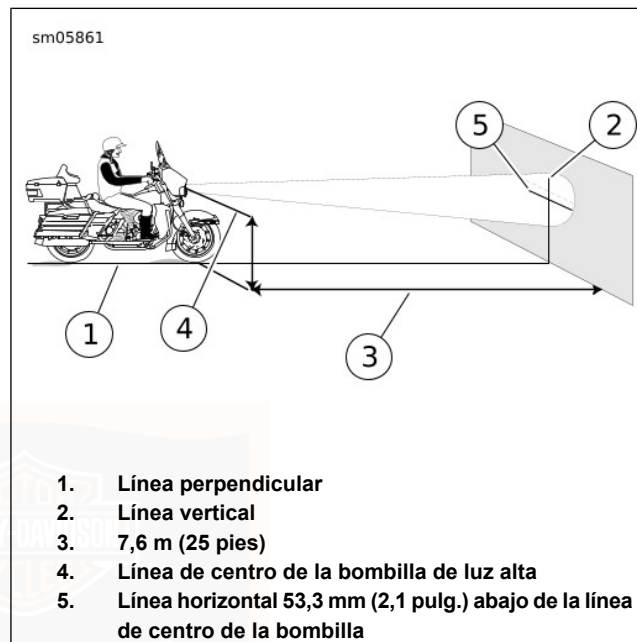

Figura 66. Comprobación de la alineación del faro delantero
4. Vea Figura 66. Estacione la motocicleta en una línea perpendicular (1) a la pared.
- Dibuje una línea vertical (2) en la pared.
- Con la motocicleta cargada, apunte la rueda delantera directamente hacia adelante a la pared. Mida la distancia del piso al centro de la bombilla de la luz alta (4).
- Trace una línea horizontal (5) a través de la línea vertical en la pared. Coloque la línea a 53,3 mm (2.1 in) abajo de la línea de centro medida de la bombilla.
2. Ajuste el haz de luz hasta que esté centrado como se muestra en la Figura 66.